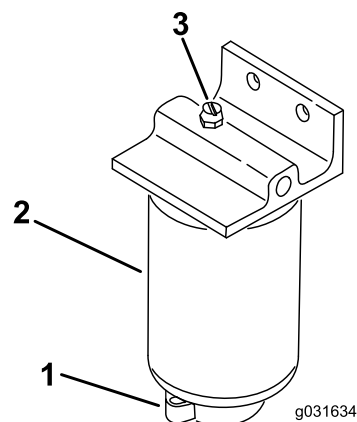

Figura 51
2. Liberte a válvula de escoamento que se encontra na zona inferior do filtro (Figura 51).
1. Limpe a zona de montagem do filtro (Figura 51).